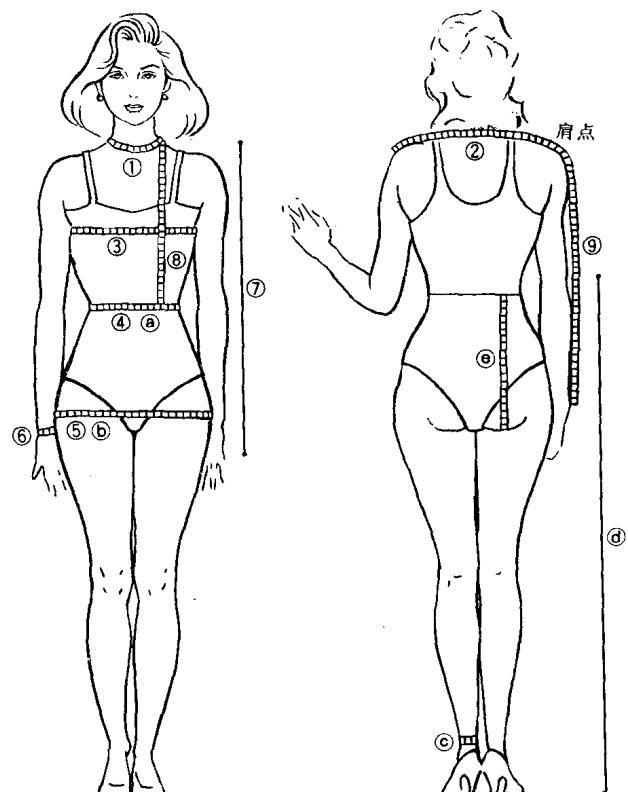

图1-1
立裆（上裆）⑬ 测量立裆有两种方法。一种是由腰部最细处量至臀部与大腿交界处；另一种是被量者坐在椅子上，由腰部最细处量至椅面，再加放1.5cm左右的肌肉压缩量（图1-1）。